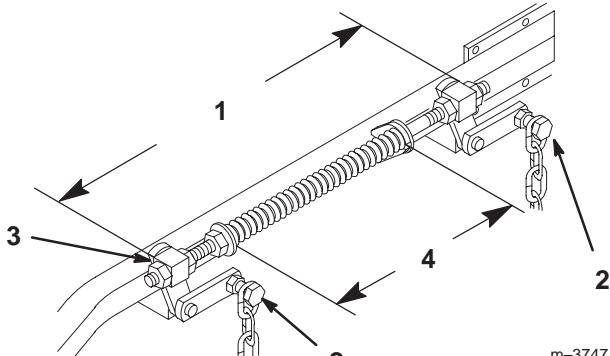

Figure 65
2. Vérifiez la pression des quatre (4) pneus et réglez-la à 90 kPa (13 psi) au besoin.
4. Relevez le plateau de coupe en position de transport et détendez les deux grands ressorts de levage du plateau en desserrant l'écrou situé devant chaque ressort (Fig. 65).
6. Desserrez les 4 boulons de chaîne supérieurs dans les fentes. Vérifiez la longueur des ensembles tige/pivot. Il doit exister un écart de 496 mm (19-17/32") entre l'extérieur du pivot arrière et l'extérieur du pivot avant (Fig. 65). Vérifiez que les quatre pivots bougent librement dans les trous.
- Les ressorts sont comprimés pour obtenir un écart de 260 mm (10-1/4") entre les deux grandes rondelles (Fig. 65).
- Tournez l'écrou devant chaque ressort pour obtenir le réglage voulu (Fig. 65). Tournez l'écrou dans le sens horaire pour raccourcir le ressort, et dans le sens anti horaire pour l'allonger.